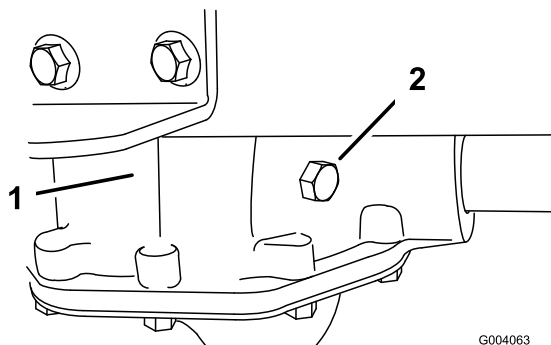

Figura 34
2. Togliete il bullone di controllo dal transaxle (Figura 34).